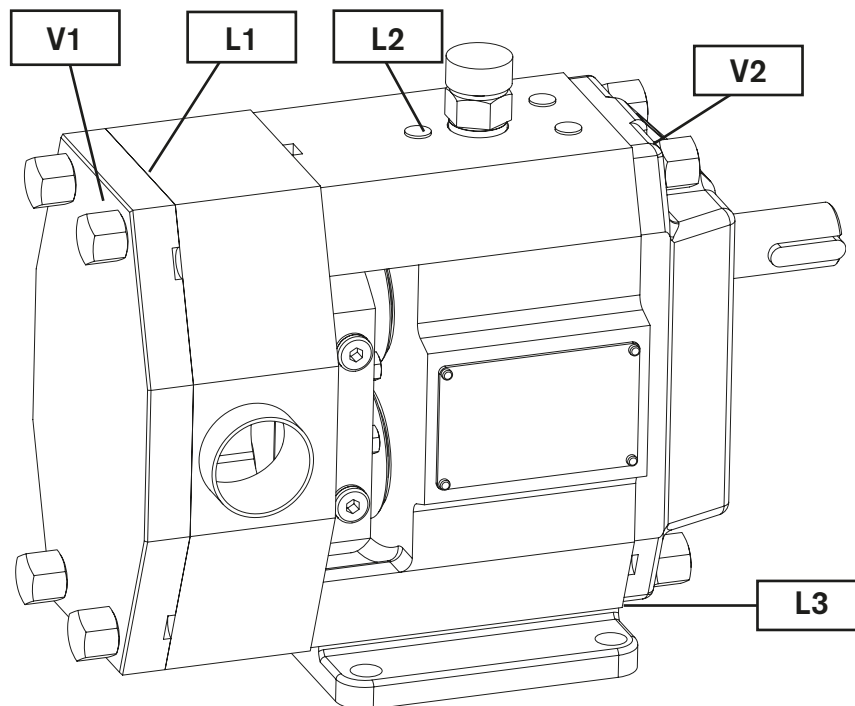

Figure 1 – Position des possibilités de contrôle et emplacements recommandés (option)
La surveillance de la température de surface est toujours extrêmement importante dans les zones suivantes, voir figure 1 :
- Un contrôle de la température de surface du corps de pompe aux emplacements indiqués (voir figure 1) et un contrôle ou une surveillance du liquide de rinçage de l'étanchéité d'arbre, assurent une protection contre des situations potentiellement dangereuses.